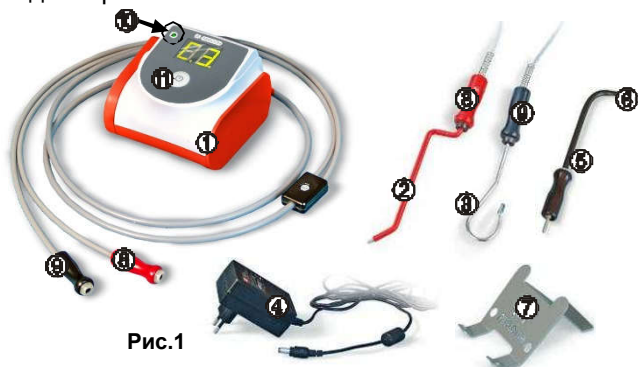

Рис.1
Установить электроды (см. рис.1):
4.2.1 Включить **ЭОТ** кнопкой (**11**, рис.1). На индикаторе кратковременно отображается заряд аккумулятора.